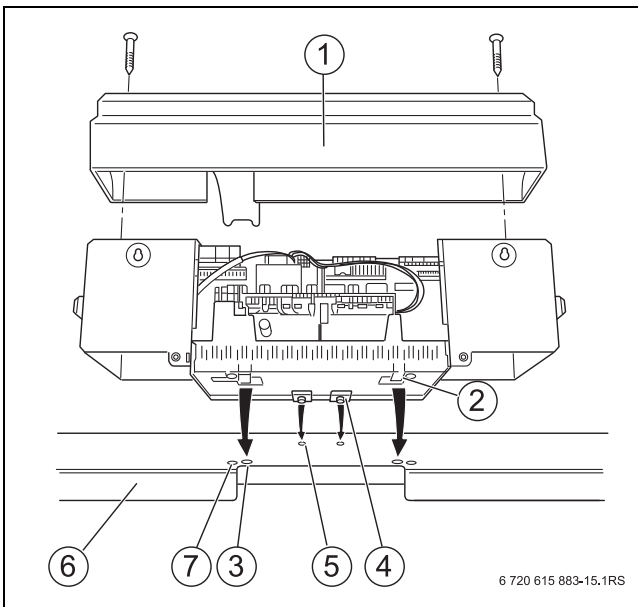

Рис. 32 Монтаж системы управления
На рис. 32, стр. 31 показаны система управления и передний кожух [1] сзади.
- ▶ Закрепите крышку двумя винтами (→ рис. 32, стр. 31).